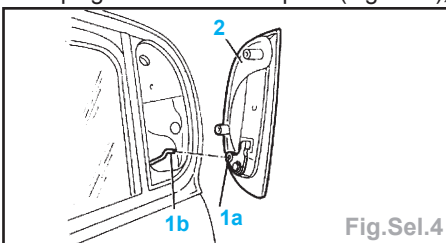

Fig.Sel.4
- la poignée extérieure de porte (Fig.Sel.4),